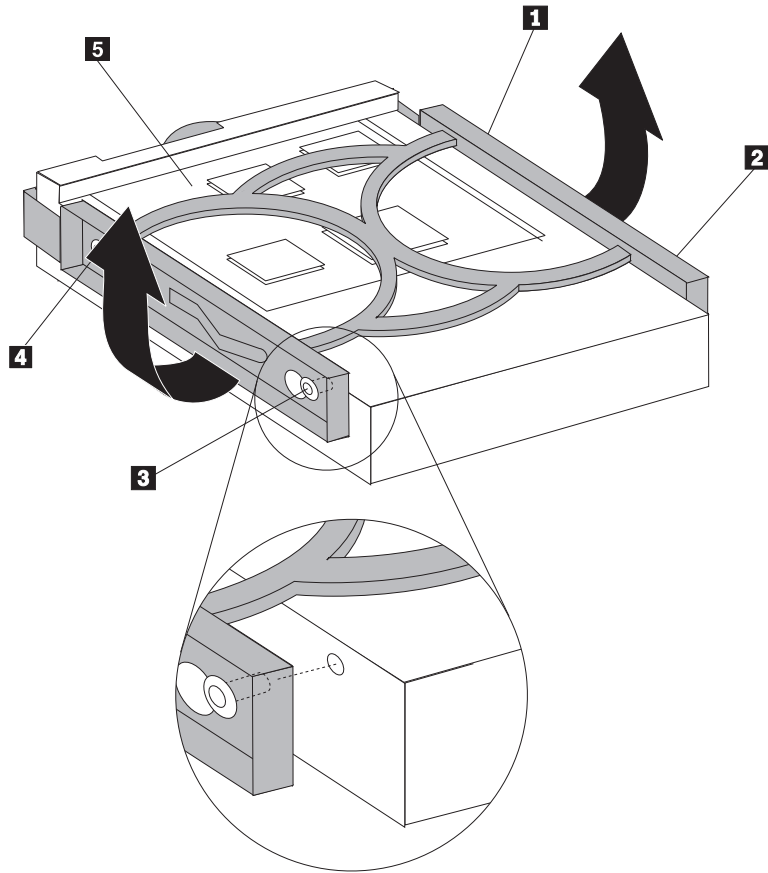

Figura 23. Instalación de la unidad de disco duro en el soporte
7. Para instalar la nueva unidad de disco duro en el soporte azul, flexione el soporte y alinee las patillas **1** a **4** del soporte con los orificios de la unidad de disco duro. Consulte el apartado Figura 23. No toque la placa de circuitos **5** que hay en la parte inferior de la unidad de disco duro.